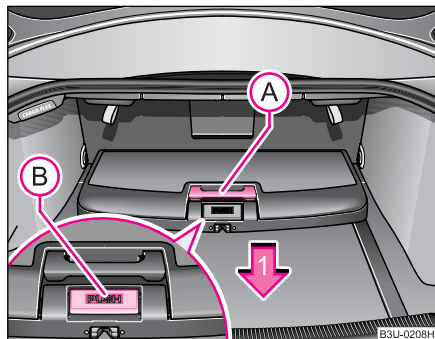
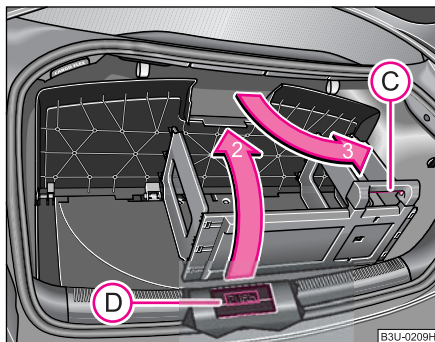

Fig. 74 Portbagajul:
Fig. 75 Plierea cutiei
- Apăsați tasta „PUSH” (B) ♥ fig. 74.
- Apucați mânerul (A) și deplasați cutia în sensul săgeții 1 până în poziția de siguranță pe peretele despărțitor al portbagajului. Sub tastă, încuietoarea trebuie să se fixeze cu zgomot. Dacă fixarea este corectă, tasta „PUSH” (B) revine la poziția inițială.
- Rabatați capacul în sensul indicat de săgeata 2 ♥ fig. 75.
- Apăsați partea de jos a mânerului (C) și rabatați în sensul indicat de săgeata 3. Peretele trebuie să se fixeze cu zgomot în fanta din partea de jos a cutiei.
- Apăsați tasta „PUSH” (D) ♥ fig. 75 și deplasați cutia în poziție centrală. Dacă fixarea este corectă, tasta „PUSH” (B) revine la poziția inițială. Spațiul liber creat poate fi utilizat pentru depozitarea altor bagaje.